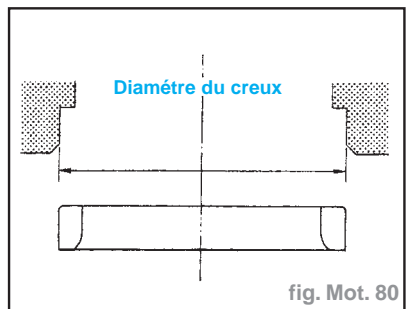

fig. Mot. 80
- Alésier le creux de la culasse (fig. Mot. 80).